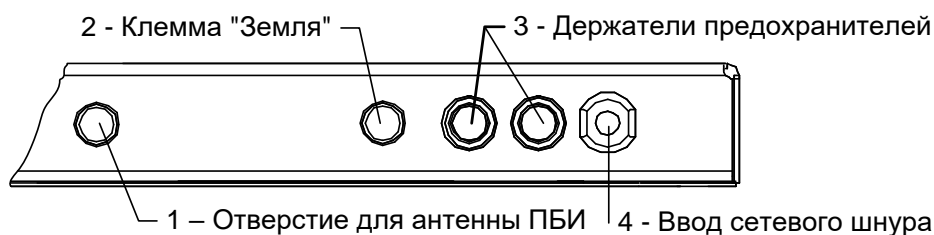

Рисунок 2 – Вид основания сзади
2.3.2.5 На задней стенке основания (см. рисунок 2) находятся: отверстие для установки антенны ПБИ (1), клемма «Земля» (2) для заземления аппарата, держатели предохранителей (3) и ввод для сетевого шнура (4).
3.3.2 При использовании программ *ЛинтеЛ®* - Линк¹ или *ЛинтеЛ®* - ЛИС³ необходимо установить на аппарат антенну³ (см. рисунок 2, страница 4) и плату³ устройства беспроводной связи. Установка антенны производится в гнездо на задней панели аппарата.